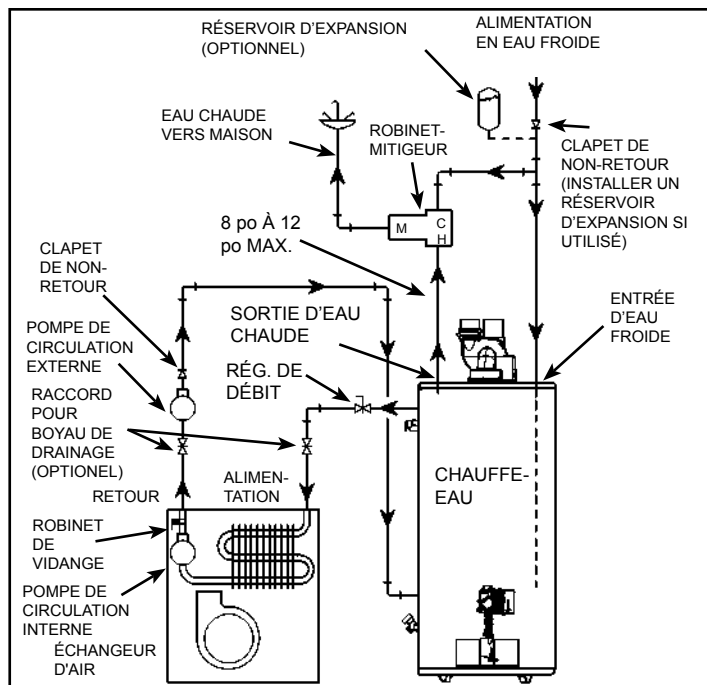

Figure 42
8. Les systèmes de chauffage combiné fonctionnent à une température plus élevée que les systèmes réguliers. Dans ce cas, il faut prendre certaines précautions, comme installer un robinet-mélangeur, afin de réduire la température de l'eau du système et ainsi réduire les risques d'ébouillantage (Figures 42 et 43).
- A. A. Un serpentin avec échangeur d'air (Figure 42).